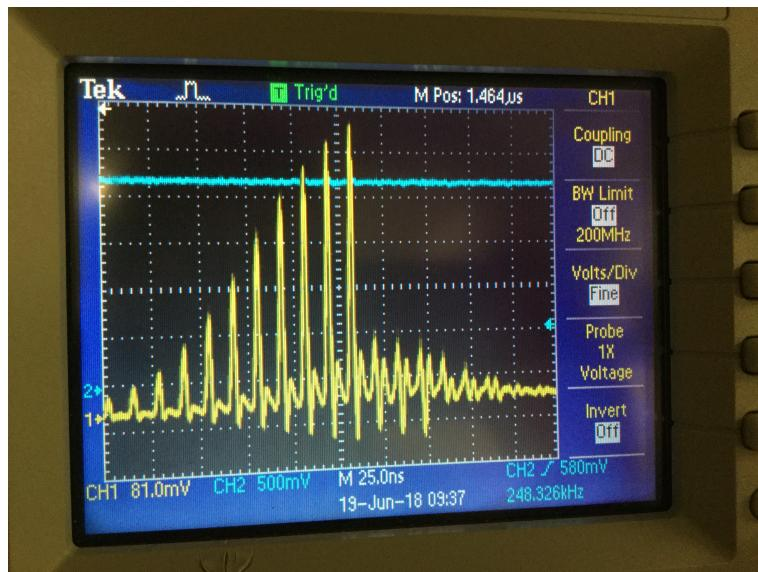

Figure 7 – Signal du laser à l'oscilloscope
8. Sur l'*oscilloscope*, vérifier que le signal a une forme semblable à ce qui est montré à la figure 7. Les chiffres ne sont pas importants.